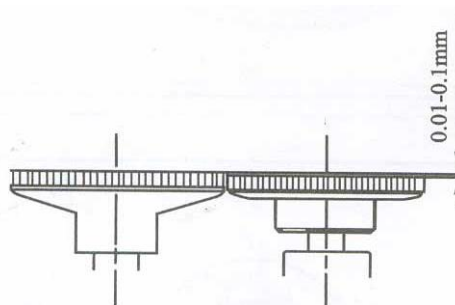

Рис. 9
3. Расположение прижимной пластины (рис. 9)